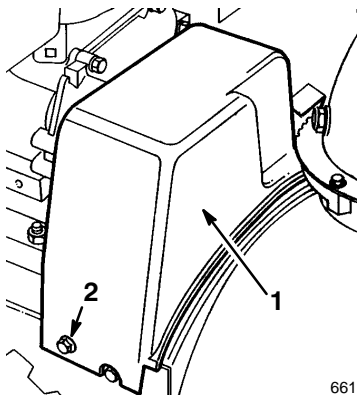

Abbildung 24
Wenn der Antriebsriemen für Spindel/Gebläserad (Abb. 24) abgenutzt, überdehnt, ölgetränkt oder sonstwie beschädigt ist, muß er ausgetauscht werden. Ein neuer Riemen ist beim Toro-Vertragshändler erhältlich.
2. Die zwei Schrauben entfernen, mit denen die Riemenabdeckung befestigt ist, und die Abdeckung zur Seite legen (Abb. 24).
3. Die zwei Schrauben zur Befestigung der Riemenabdeckung entfernen und die Abdeckung abnehmen (Abb. 24).